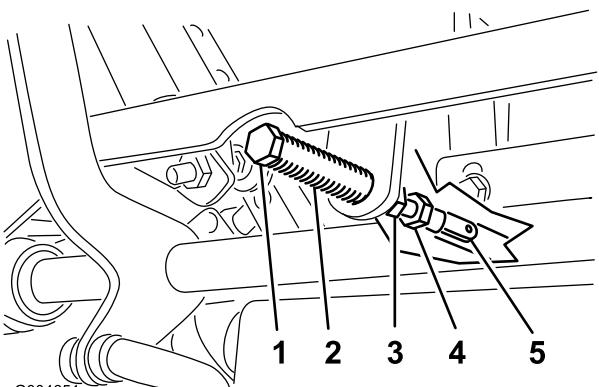

Figura 63
5. Puxe a alavanca para trás até que o passador de forquilha (no braço por cima do eixo da articulação) contacte a extremidade da ranhura (até começar a fazer pressão na mola) (Figura 63).
7. Se for necessário ajuste, solte a porca e a porca de segurança encostada à forquilha (Figura 63).
8. Aplique uma ligeira pressão para trás na alavanca de controlo de movimento, rode a cabeça do parafuso de ajuste na direcção adequada até que a alavanca de controlo fique centrada na posição de bloqueada em ponto-morto (Figura 63).
9. Apertar a porca e a porca de bloqueio (Figura 63).
9. Aperte as porcas de seguranças nas juntas de esfera (Figura 63).